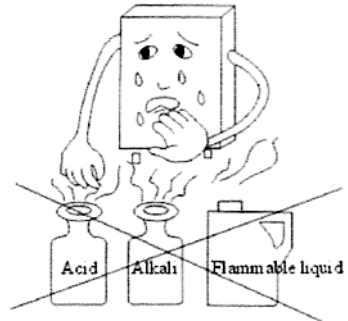

Fig. 11
-No coloque material inflamable como prendas de vestir o toallas ni en la entrada de aire ni en la chimenea de expulsión de gas (Fig.11).